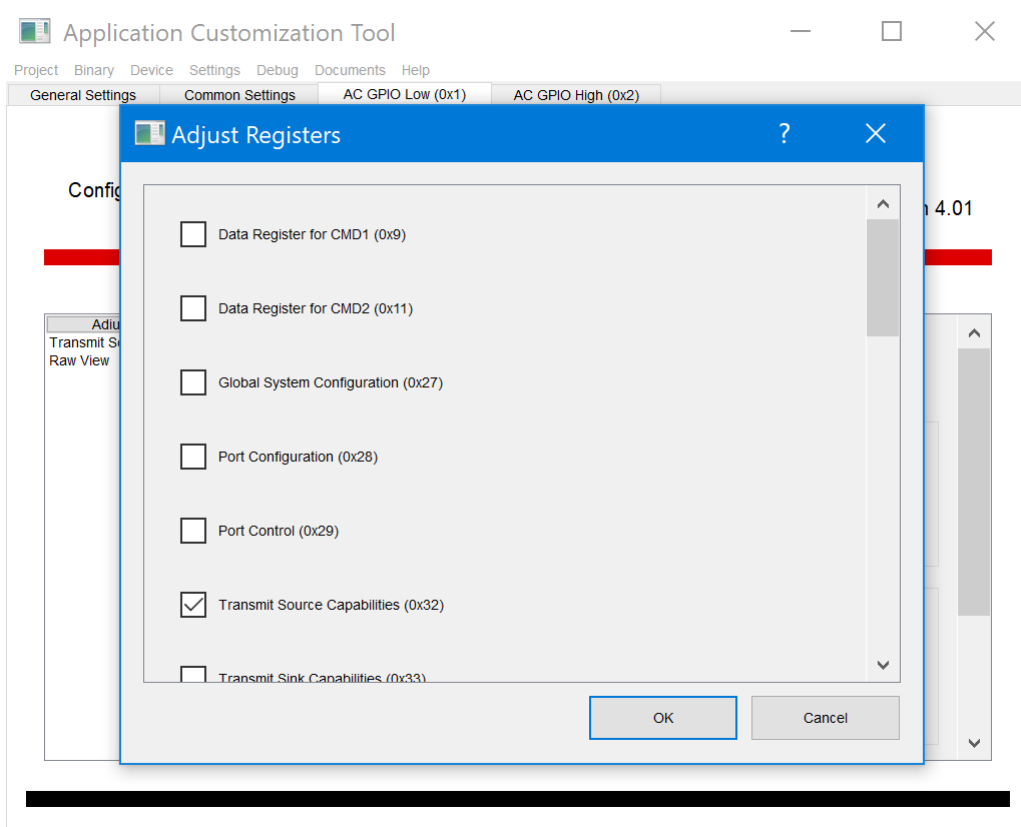
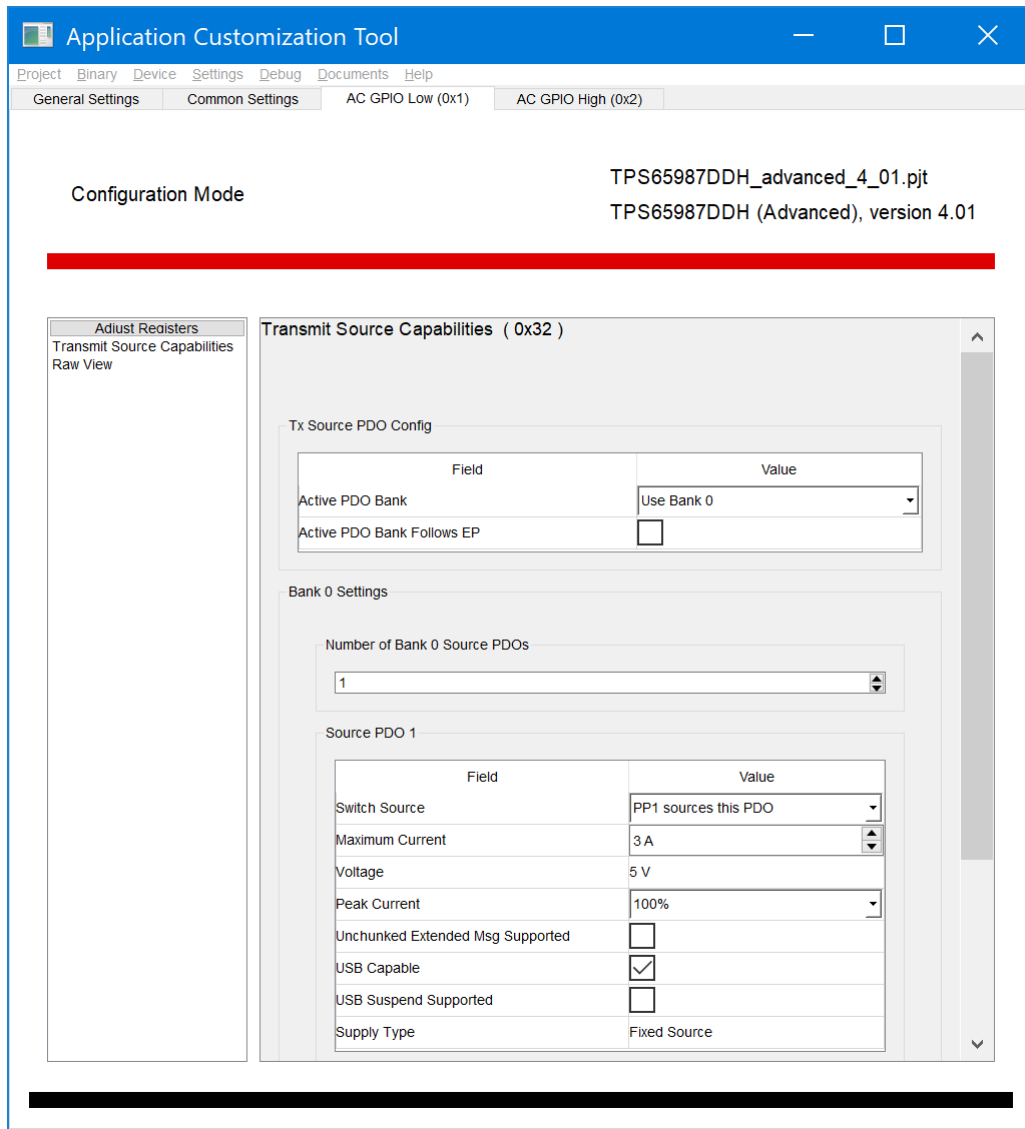

图 3-5. 调整 AC GPIO Low (0x1) 中的寄存器
图 3-6. 应用配置 GPIO 设置事件，GPIO 低电平设置示例
- 调整 AC GPIO Low (0x1) 中的寄存器，设置 GPIO4 从高电平变为低电平时的行为。外部硬件事件可触发 PD 控制器改变配置。在此示例中，对于 GPIO4 从高到低的转换，将用一个 PDO 来配置 Transmit Source Capabilities 寄存器 (0x32)，如 图 3-5 和 图 3-6 中所示。